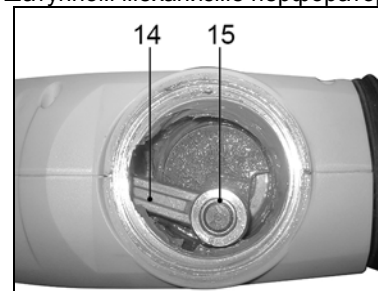

Рис. 7.
10.2. Контроль смазки кривошипа (Рис. 7)